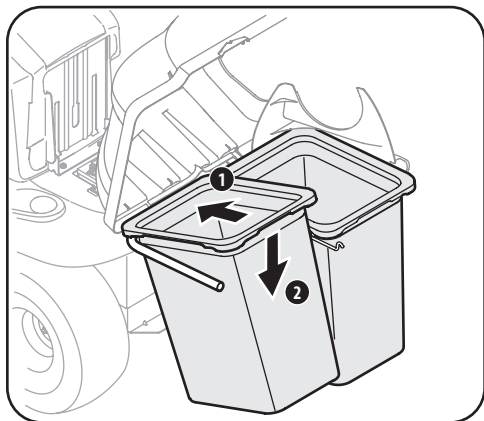

Figure 4-9
- Installez les sacs collecteurs d'herbe sur leur support en insérant d'abord la partie avant du sac collecteur, puis la partie arrière jusqu'à ce que chaque sac soit correctement placé sur son support. Voir Figure 4-9.